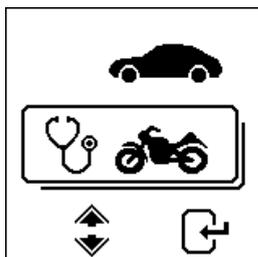

Fig.26
- Una volta nel menù principale come da Fig. 26 sotto, selezionare  per il test batteria moto.